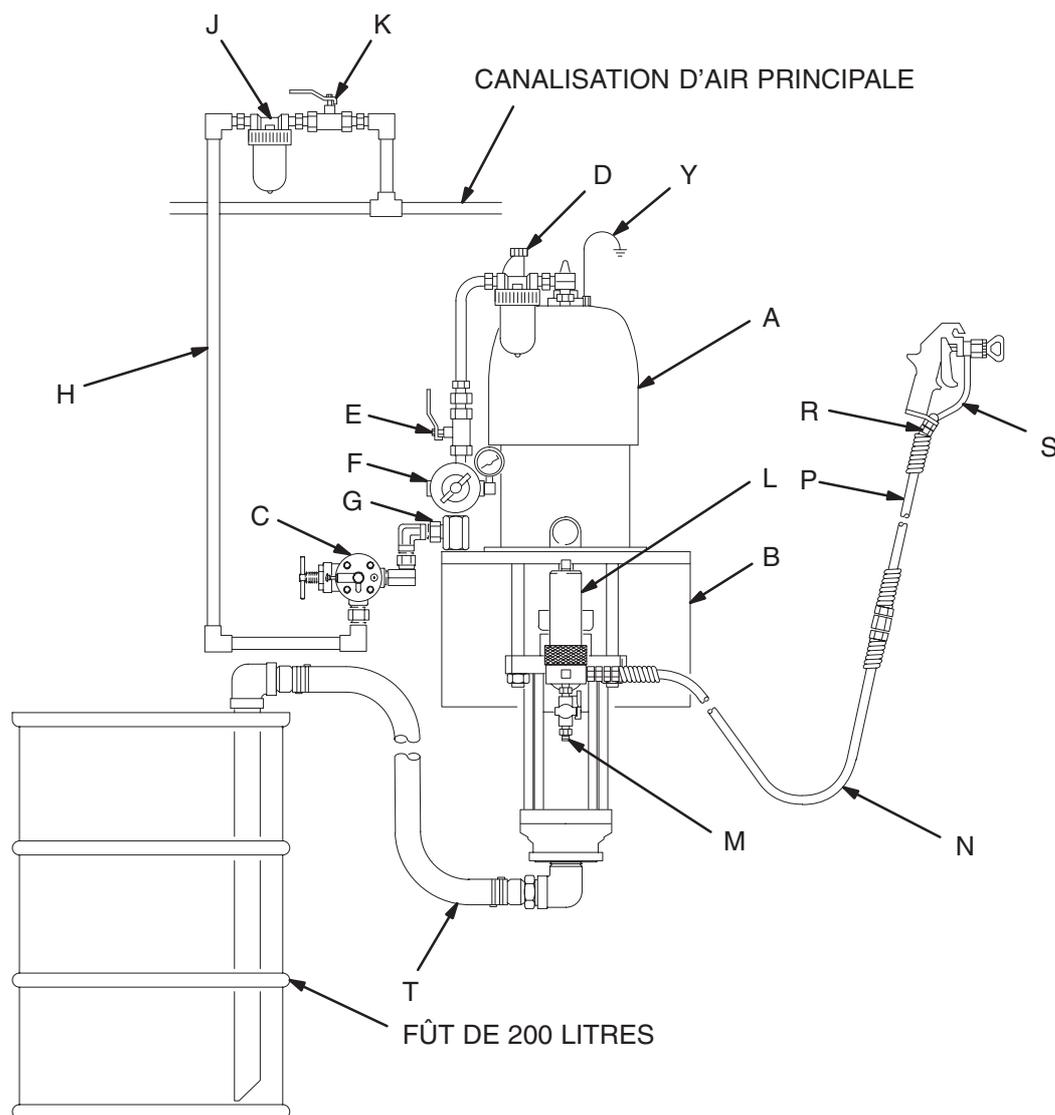

Fig. 3
La Fig. 3 constitue simplement un guide pour le choix et l'installation des accessoires et des composants du système. Prenez contact avec votre distributeur Graco afin qu'il vous aide à concevoir un système qui réponde à vos besoins particuliers.
Monter la pompe (A) selon le type d'installation prévu. La Fig. 3 illustre un système à montage mural. Les dimensions de la pompe et le schéma de perçage des trous de fixation sont indiqués en pages 36 et 37.
Installer les accessoires suivants en respectant l'ordre indiqué dans la Fig. 3 et en utilisant des adaptateurs si nécessaire:
Installer les accessoires suivants dans les positions indiquées à la Fig. 3 en utilisant des adaptateurs si nécessaire:
- **Un filtre produit (L)** avec un élément de 60 mesh (250 microns) en acier inoxydable pour filtrer les particules du produit en sortie de la pompe. Il comprend une **vanne de décharge produit (M)**, qui est nécessaire sur l'installation pour relâcher la pression produit dans le flexible et le pistolet (Voir la **MISE EN GARDE** ci-contre).
- **Un pistolet ou une vanne (S)** distribue le produit. Le pistolet représenté à la Fig. 3 est un pistolet pulvérisateur sans air pour produits de viscosité faible à moyenne.
- **Un raccord tournant (R)** améliorant la maniabilité du pistolet.
- **Un kit d'aspiration (T)** permet à la pompe d'aspirer le produit d'un fût de 200 litres.